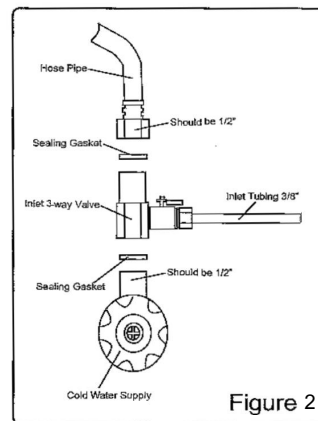

Figure 2
1. Schalten Sie die Wasserversorgung ab, nehmen Sie die Schlauchleitung ab, holen Sie das 3-Wege-Ventil aus der Zubehörtasche und installieren Sie es an der Leitung wie in Abbildung 2 dargestellt.